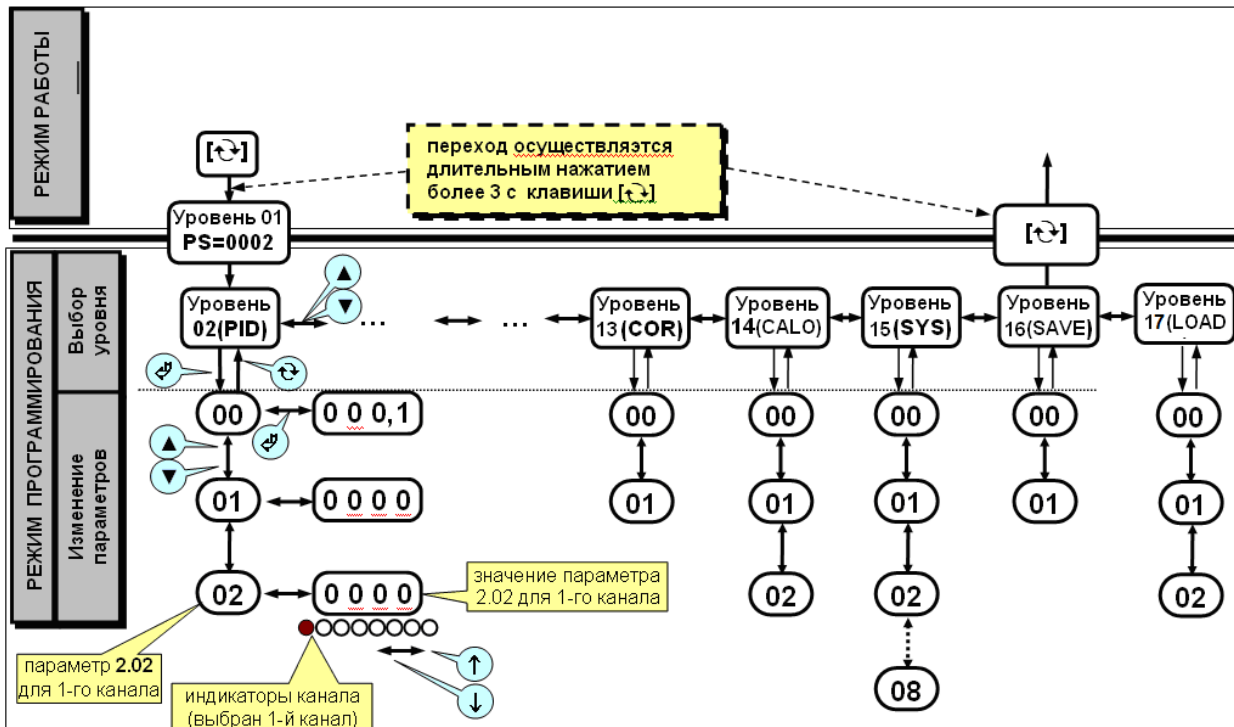

Рисунок 4.2 - Диаграмма уровней конфигурации и настроек
- Параметры, используемые в регуляторах МТР-8Н, сгруппированы в 16 уровней и представлены на диаграмме – см. рисунок 4.2. Индикация значения параметров конфигурации и их номеров указаны на рисунке 4.3.